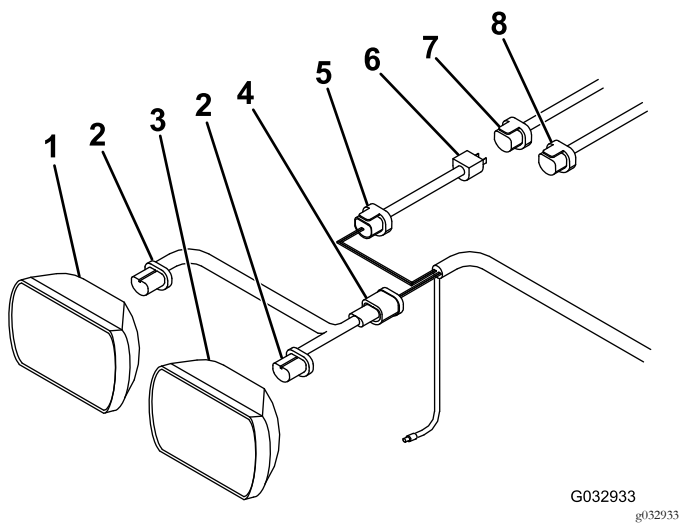

Figura 22
1. Desconecte los enchufes del arnés de cables de la parte posterior de los faros izquierdos del vehículo (Figura 22).
2. Conecte los 2 extremos del adaptador de faros a la parte posterior de los faros izquierdos del vehículo (Figura 22).
3. Conecte el enchufe negro del adaptador de faros al arnés de cables largos (Figura 22).
4. Conecte el enchufe azul del adaptador de faros al enchufe azul en el arnés de cables largos (Figura 22).
5. Conecte el extremo libre del adaptador de faros al enchufe de luz baja que desconectó anteriormente en el arnés de cables del vehículo (Figura 22).
6. Engrase, introduzca y sujete el enchufe de luz alta que desconectó anteriormente en el arnés de cables del vehículo (Figura 22).